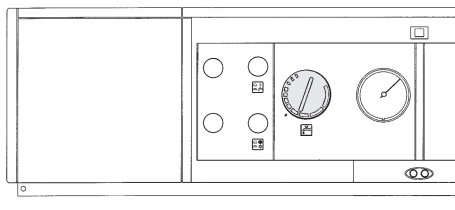

Fig. 4.2
- posizionare il termostato bollitore alla temperatura desiderata (Fig. 4.2)